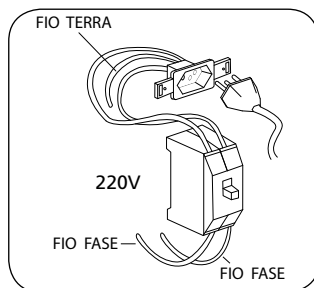

Fig. 11
- Se o sistema elétrico 220 V, de sua residência, for de duas fases, utilizar um disjuntor termomagnético bipolar de 16 A. [fig. 11]. Devido a norma de segurança, recomendamos a utilização do dispositivo de proteção interruptor diferencial residual [DR, $I_n=25$ A, $I_{\Delta n}$ (sensibilidade)=30m A]